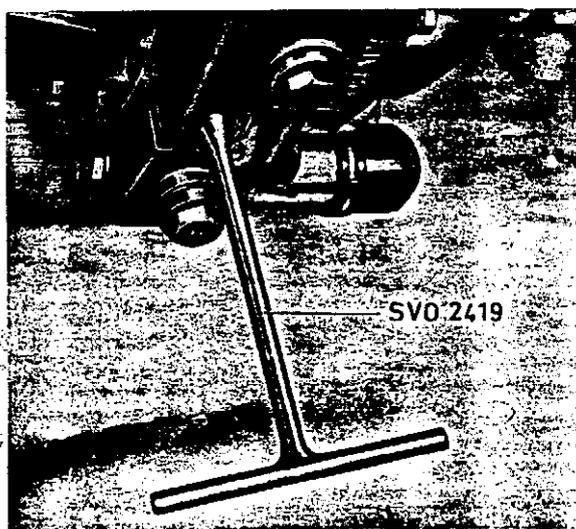
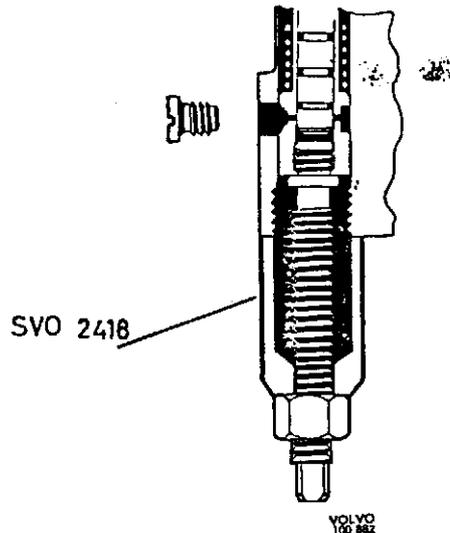

Abb. 11 Ausbau des Ventilsitzes, Ölpumpe
Abb. 12 Ausbau der Ölpumpe
Schlüssel SVO 2419 lösen, siehe Abb. 11. Teile
Pumpe herausziehen, siehe Abb. 12.
8. Schrauben abnehmen und die Teile des Manöverventils, Reduzierventils und Auslaufventils der Ölpumpe herausnehmen. Sicherungsschraube entfernen und Ölpumpe herausnehmen. Wenn die Pumpe fest sitzt, Ventilsitz mit Schlüssel SVO 2419 ausbauen, siehe Abb. 11. Danach die Pumpe mit der Abziehvorrichtung SVO 2418 herausziehen, siehe Abb. 12.